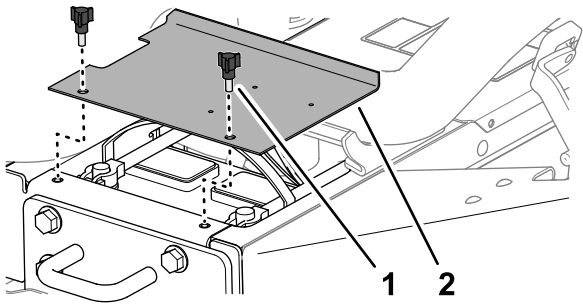

Figure 51
1. Ouvrez les loquets sur les côtés gauche et droit du capot (Figure 51).